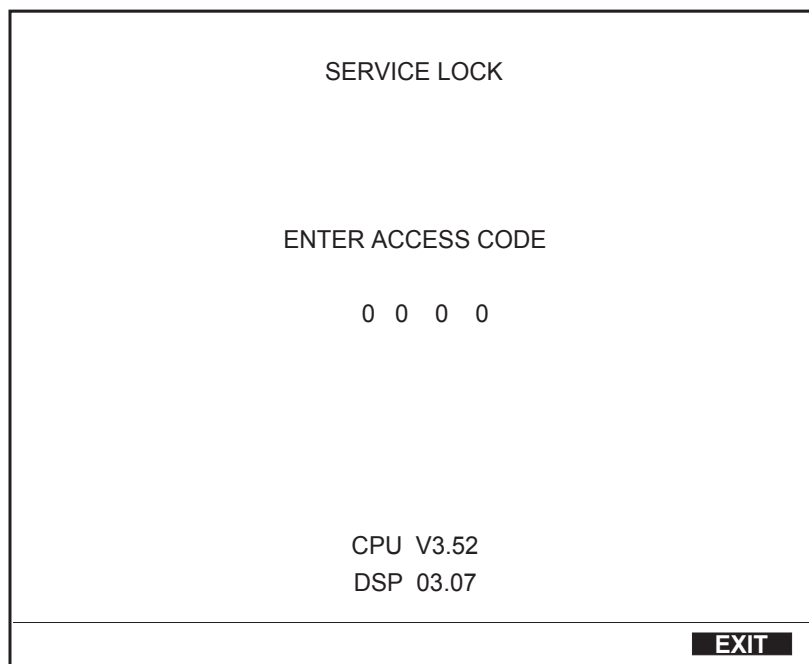

Рис. 4-11. Экран блокировки сервиса
2. Выберите программную кнопку **SERVICE (СЕРВИС)** на экране общей настройки для перехода к экрану блокировки сервиса (рис. 4-11).